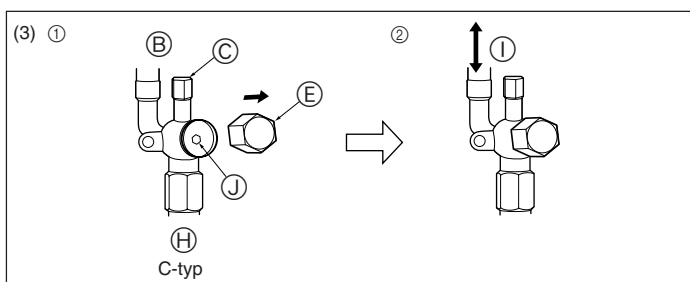

Fig. 4-7
- (3) C-typ (Fig. 4-7)
- ① Ta bort kåpan och vrid ventilstången motsols så långt det går med en 4 mm sexkantnyckel. Sluta när den når stoppet.
- ② Kontrollera att stoppventilen är helt öppen och skruva på locket igen.